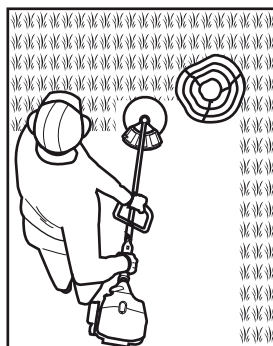

Fig. 25
- > Faites particulièrement attention lorsque vous travaillez à proximité de buissons ou d'arbres: la lame peut endommager les écorces tendres ainsi que les poteaux des barrières (Fig. 25).